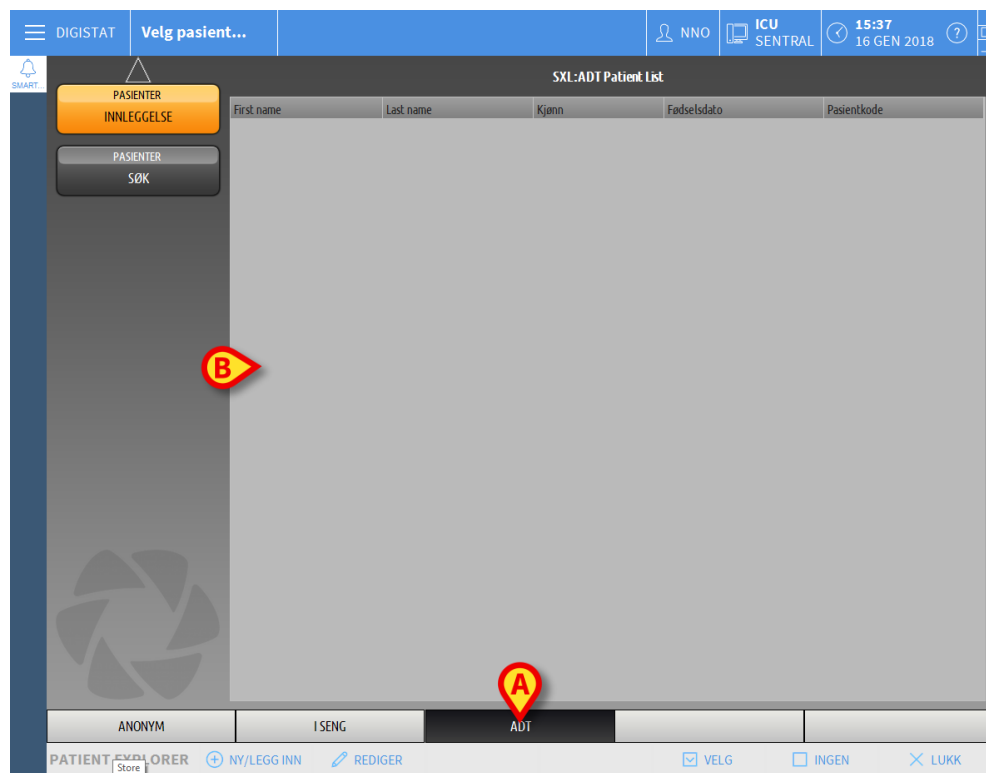

Fig. 101
- Klikk på ADT-knappen på kommandolinjen (Fig. 101 A).